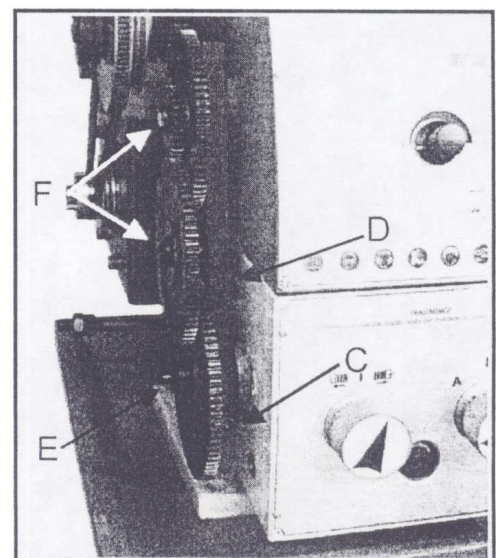

Fig. 7
3. Desserrez l'écrou verrou (C, Fig. 7).
4. Déplacer l'élément D (Fig. 7) à droite.
5. Dévisser la vis (E, Fig. 7) de l'arbre pour retirer les engrenages du changement de vitesse.
7. Tournez le secteur (D) vers la gauche jusqu'à ce que les roues de vitesses soient de nouveau engagées.
8. Fixez l'élément D (D, Fig. 7).